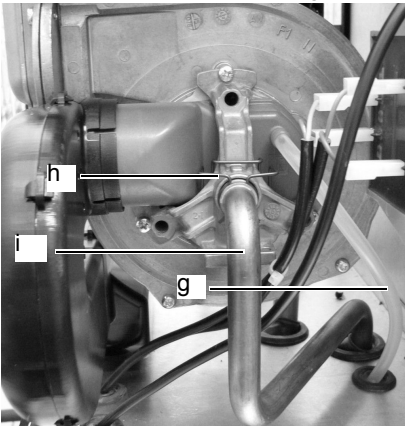

Figura 9.11 Vista laterale ventilatore
- 4 Scollegare il tubo in siliconeg (Figura 9.11)
- 5 Togliere la forcinah ed estrarre il tubo del gas i (Figura 9.11)